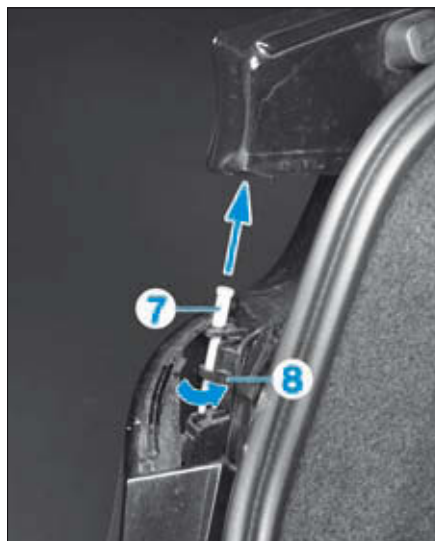

FIG. 108
- extraire par le haut, l'axe (7) hors de la pièce de guidage (8) (Fig.108),
- Rabattre la charnière de la pièce de guidage (8) et insérer l'axe (7) (Fig.108).